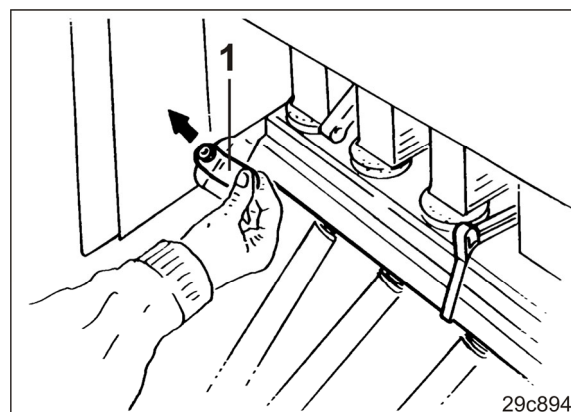

Fig. 75
2. Træk de fjederbelastede greb (Fig. 75/1) sidelæns ud af låsen.